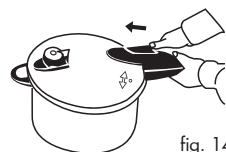

fig. 14
a) Skub låsen ind til midten af dækslet (fig. 14).